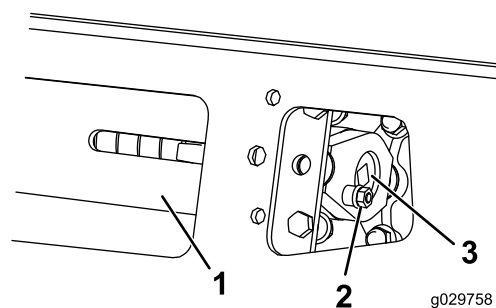
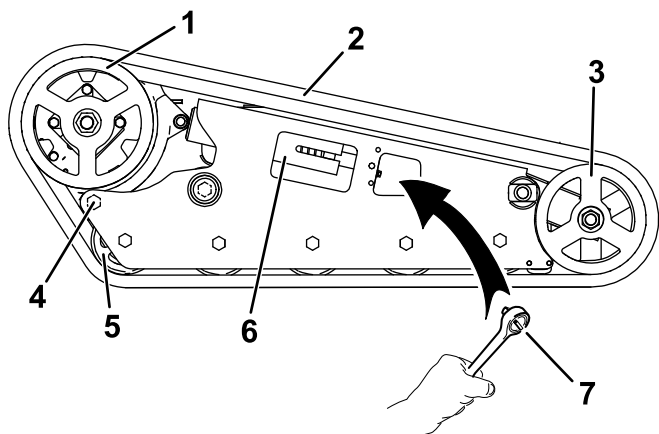

Figure 59
Figure 60
3. Enlevez le boulon et l'écrou de blocage (Figure 59).
5. Alignez l'encoche la plus proche dans la vis de tension et le trou du boulon de blocage, et fixez la vis avec le boulon et l'écrou de blocage (Figure 59).
4. Enlevez le boulon et l'écrou de blocage (Figure 59).
5. À l'aide d'un rochet de 1/2 pouce, tournez la vis de tension dans le sens horaire pour détendre la transmission (Figure 59 et Figure 60).
6. Desserrez le boulon arrière près de la roue d'entraînement (Figure 60).
8. Lorsque la chenille est déchaussée de la roue avant, retirez-la du pignon d'entraînement et des galets de roulement (Figure 60).
9. Pour installer la chenille neuve, commencez par l'enrouler autour du pignon d'entraînement, en veillant à ce que les crampons s'engagent correctement entre les entretoises du pignon (Figure 60).
10. Poussez la chenille sous et entre les galets de roulement (Figure 60).